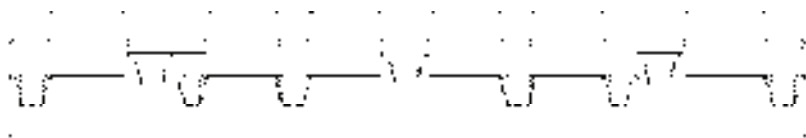

图 14-120 填充结果
12) 在“图案填充和渐变色”对话框中修改填充角度为  $0^\circ$ ,继续为屋顶绘制填充图案,结果如图 14-120 所示。